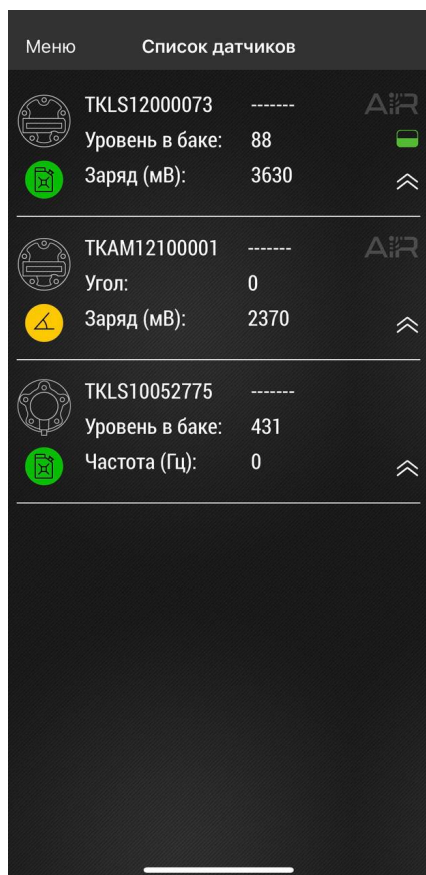

Рис.11. Найденные датчики
2. Запустите приложение USP Tool. Откроется окно поиска устройств. Если в радиусе действия Bluetooth есть ранее активированные датчики, находящиеся в режиме «**Работа**» или «**Конфигурация**», то они появятся на экране мобильного устройства (**Рис.11**).